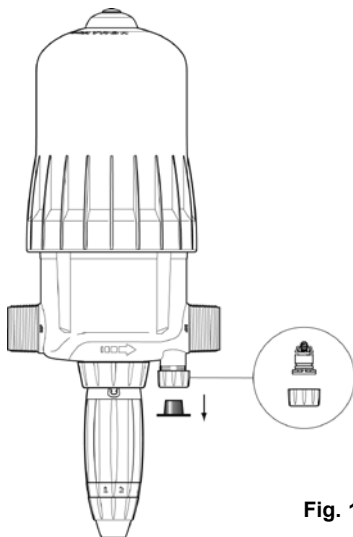

Fig. 11
- Ristabilisce automaticamente la pressione atmosferica all'interno dell'impianto in caso di depressione accidentale* (**Fig. 11**). L'uso del dispositivo è regolamentato dalle norme sanitarie in vigore nel paese in cui il prodotto è installato.